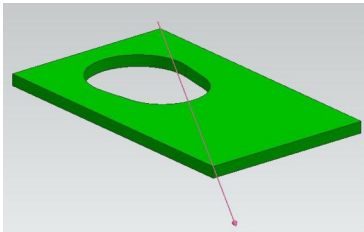

Рис.30
- Например, вы хотите, чтобы ваша деталь (рис.30) была представлена в сборке не только её твердым телом, но и показанной вспомогательной осью. Для этого, по завершению формирования геометрической модели этой детали, обратитесь к команде «*Формат \ Ссылочные наборы*» (рис.31).